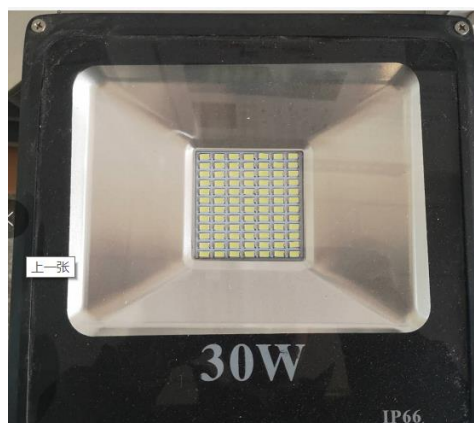

图 10 某 30 瓦 LED 照明灯
(1) 如果希望用万用表测量获得二极管正向伏安特性曲线，请你用学过的电路知识设计一个测试电路并简要说明测试方法？
(2) 在照明领域，由于单个 LED 管芯的功率受限，往往使用多个 LED 同时点亮，图 10 所示的照明灯就由 $12\times 7=84$ 个小 LED 组成。这种白色的 LED 实际上是用蓝色 LED 管芯激发黄色的荧光粉，通过蓝色和黄色的互补产生白光。为保证整体能正常且可靠的工作，请根据 LED 的伏安特性等角度分析这些小 LED 应当串联、并联还是以其他形式相连接，绘制电路图，给出工作电压等条件。